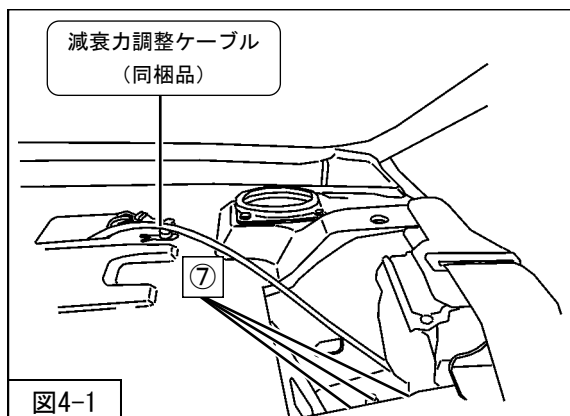

図4-1
を車両に取付けてください。(図4-1)
2. P14「減衰力調整方法」を参考に、減衰力調整ケーブル（同梱品）をリアサスペンションASSYに取付けてください。(図4-1)
3. ⑥リアサスペンションASSYロア取付ボルト